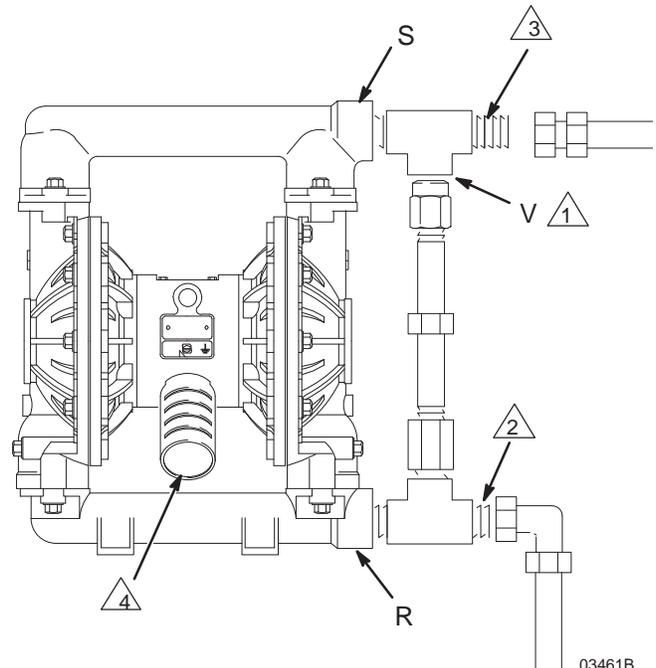

図 4
一部のシステムには、ポンプやホースの過圧および破損を防ぐため、ポンプアウトレットに圧力開放バルブを取り付ける必要があるものもあります。図 4 を参照してください。
1. ポンプの排気ポートからマフラー (P) を取り外します。
2. 接地された排気ホース (T) を取り付けて、マフラー (P) をホースの反対側の端に接続します。排気ホースの最少サイズは 3/4 インチ (19 mm) 内径です。15 フィート (4.57 m) 以上のホースが必要な場合、より大きな径のホースを使用してください。ホースを鋭い角度で曲げたり、ねじらないようにしてください。図 4 を参照してください。
3. ダイヤフラムが破損したときでも液体を受け止められるよう、排気ホースの端に容器 (U) を設置します。